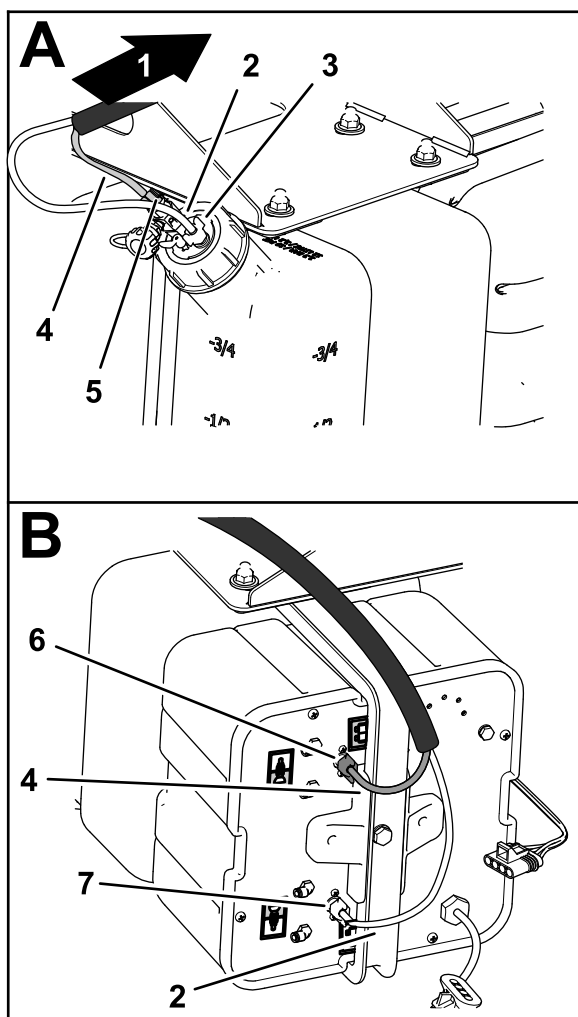

Figura 3
1. Ghidai tuburile în buclă de la compresor la rezervor la 92 cm, de la capac până la piuliile de compresie de pe partea laterală a compresorului (**Figura 3**).
- Îndepărtați piuliă albă de compresie i montați-o pe tubul transparent (Figura 3).
- Montați tubul transparent i piuliă albă de compresie pe fittingul de pe partea laterală a compresorului i strângeți manual piuliă albă de compresie (Figura 3).
- Îndepărtați piuliă de compresie albastră de pe fittingul din partea laterală a compresorului (Figura 3).
- Montați tubul albastru i piuliă de compresie albastră pe fittingul din partea laterală a compresorului i strângeți manual piuliă de compresie albastră (Figura 3).